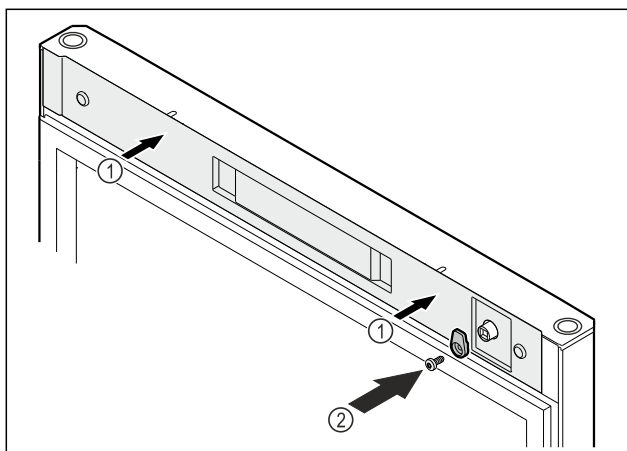

Fig. 55
- Założyć ostonkę Fig. 55 (1).
- Przykręcić haczyk zamykający Fig. 55 (2).